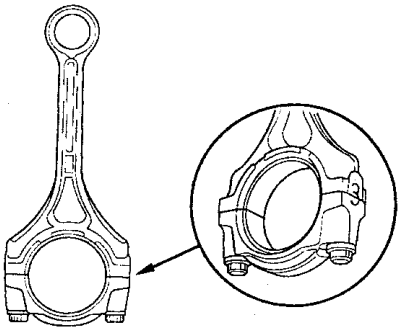

图 2-24 连杆大端孔代码位置
2) 连杆大端孔代码的位置，如图 2-24 所示。根据连杆大端孔的尺寸，每个连杆的公差范围为 0 ~ 0.024mm，增量为 0.006mm。它们以数字或条码压印，以表明范围。可以在任何发动机上找到各种数字和条码的组合(其中有一半数字和条码印在轴承盖上，另一半印在连杆上)。如果由于堆积的污垢和灰尘而无法读取代码，请勿用钢丝刷或刮刀刮，只能用溶剂或清洁剂清洗。连杆孔的标准尺寸：43.0mm。